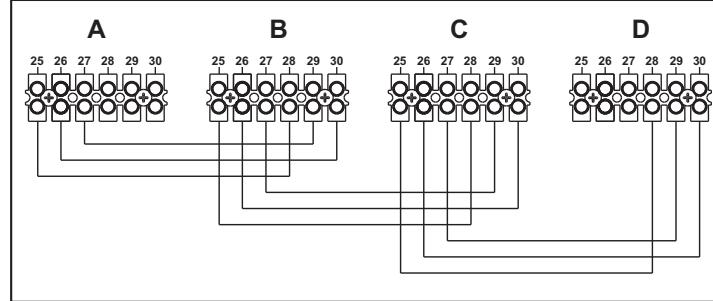

рис. 27 - Соединение в батарее
1. Соедините два модуля, как показано на рис. 27 (пример с 4 модулями)
В противном случае перекройте электрическое питание и проверьте кабельные соединения в рис. 27.